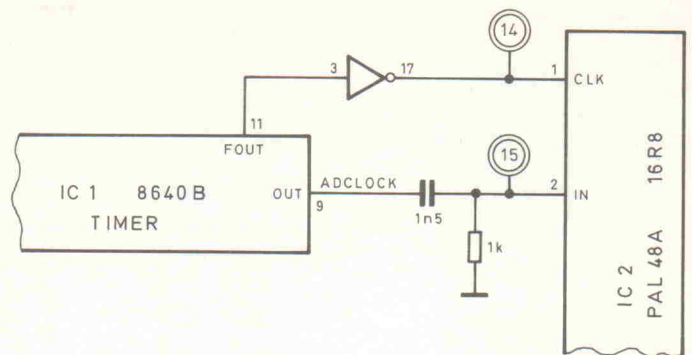

Bild 1. Mit einem R/C-Glied (und einem neuen PAL) statt eines Flankendetektors kann man der Temperaturabhängigkeit der internen A/D-Wandler-Clock beikommen.
digitalen Flankendetektor für ADCLOCK (QA) verzichtet werden, der sich durch ein differenzierendes RC-Glied in der ADCLOCK-Leitung ersetzen läßt (Bild 1).